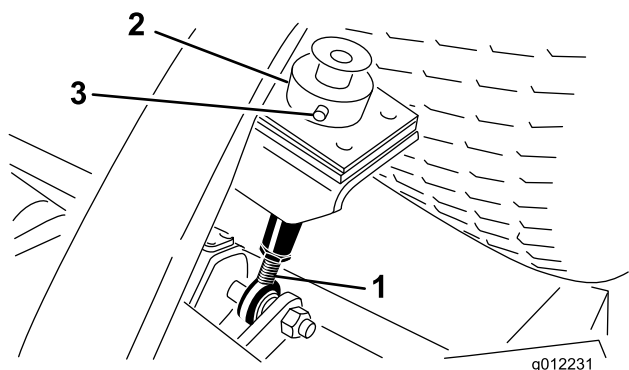

Figura 9
5. Retire el pasador de horquilla y el pasador que fijan el collar de ajuste de la altura de corte a la varilla de ajuste de la altura de corte en la parte trasera de la unidad de corte (Figura 9).